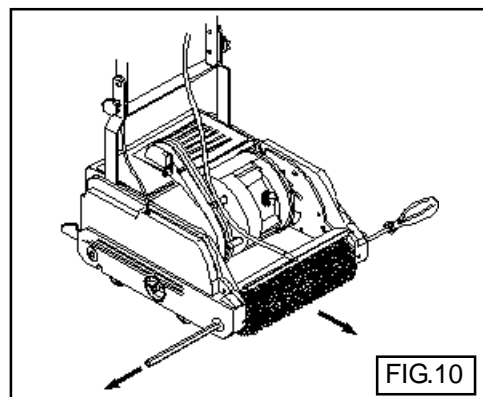

FIG.10
13.1.1 Voorste borstel (FIG.10)